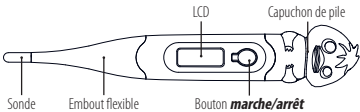

Figure 1 : Composants du thermomètre numérique
- Appuyez sur le bouton *Marche/Arrêt* situé à côté de l'écran LCD de la figure 1. Un signal sonore retentit lorsque l'écran affiche **188.8.8.**, suivi de la dernière température enregistrée. Après avoir affiché la température d'autotest, le thermomètre est maintenant en mode de test.